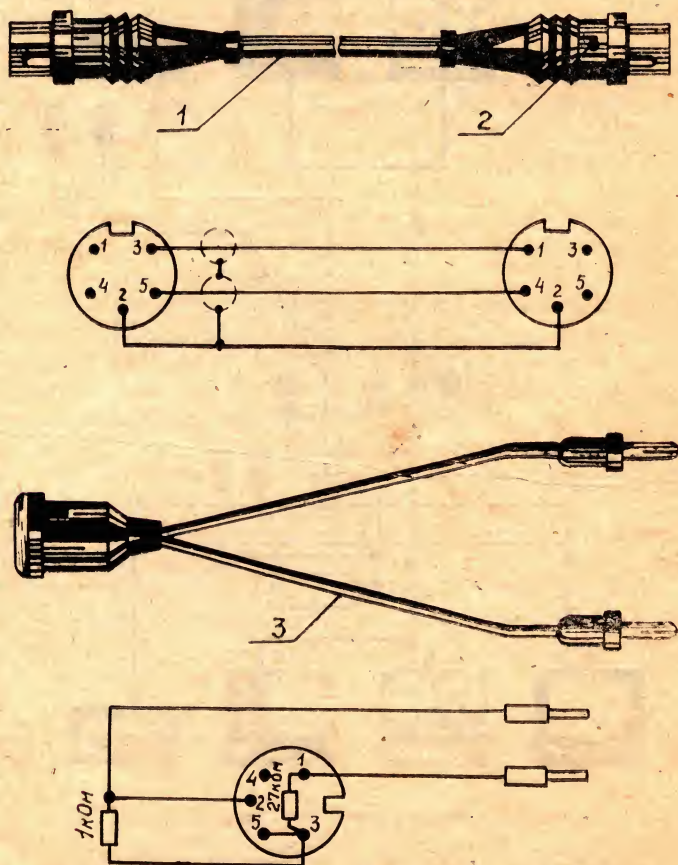

Рис. 3. Соединительные кабели (схема распайки):
5.6.3. Соединительные кабели магнитофона показаны на рис. 3.
6.2.1. Для подключения магнитофона к источникам фонограмм используйте кабели, входящие в комплект магнитофона (см. рис. 3). Кабели подключаются к соответствующим розеткам магнитофона, расположенным на задней стенке.